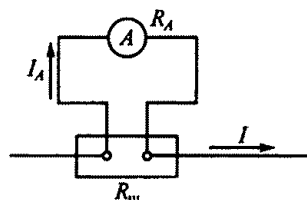

Рис. 166
5.26. Шкала амперметра от 0 до 30 А. Ток в цепи на рис. 166 может достигать 300 А. Сопротивление амперметра $R_A = 0,1$ Ом. Каким должно быть сопротивление шунта?
5.27.Р. Шкала амперметра от 0 до 10 А. Сопротивление амперметра 0,5 Ом. Сопротивление шунта 0,1 Ом (см. рис. 166). Какой максимальный ток можно измерить этим амперметром?